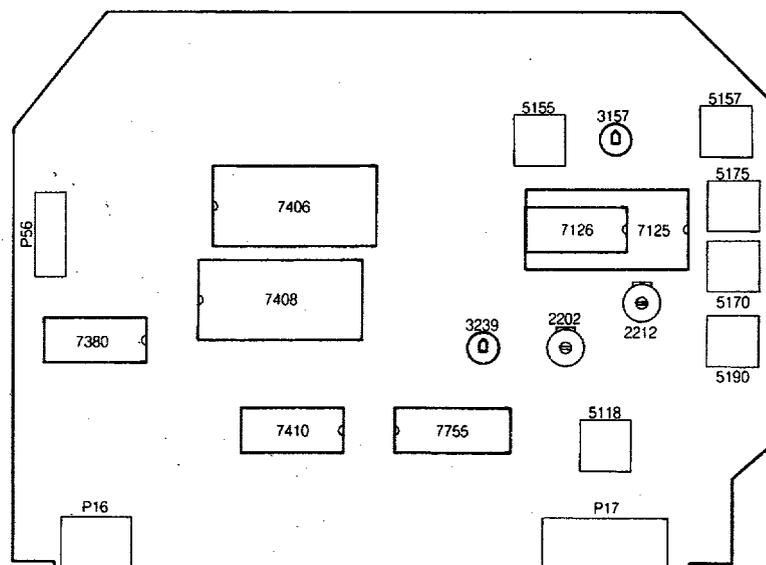

Fig 7.7
5. Regolazioni elettriche sul modulo PIP (Fig. 7.7)